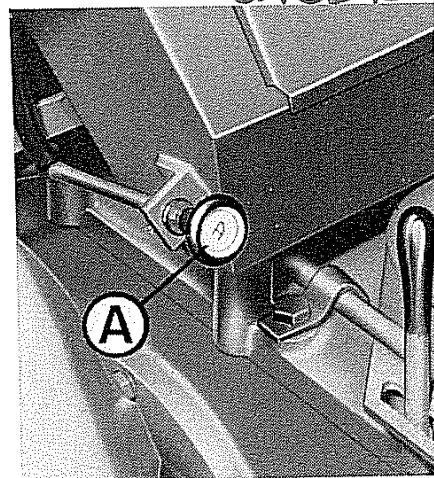

Fig. 33
- Per l'arresto del motore occorre tirare il pomello A (fig. 33).